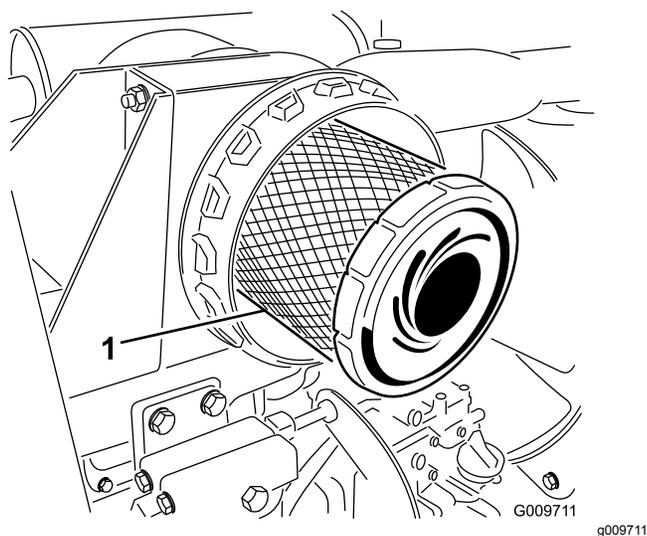

Figure 56
4. Déposez et remplacez le préfiltre (Figure 56).